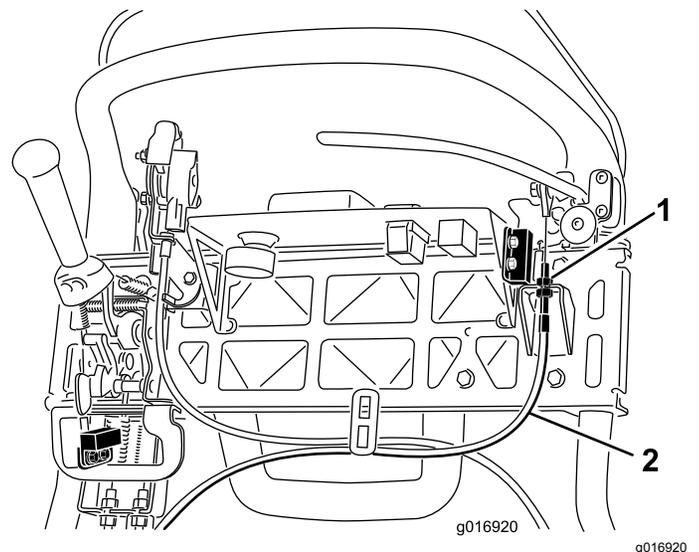

Figura 43
3. Para aumentar la tensión del cable, afloje la contratuerca superior del cable y apriete la contratuerca inferior del cable (Figura 43) hasta que la fuerza necesaria aplicada en el manillar de la palanca del freno para liberar el seguro del freno de estacionamiento sea de 156 N.